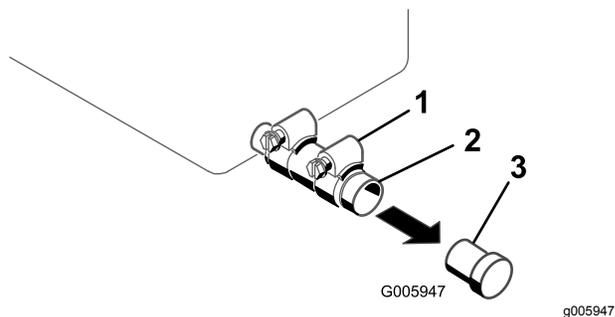

図 30
4. 排出口の下に廃油受けを置く**図 30**。
5. クランプをゆるめ、プラグを外す**図 30**。